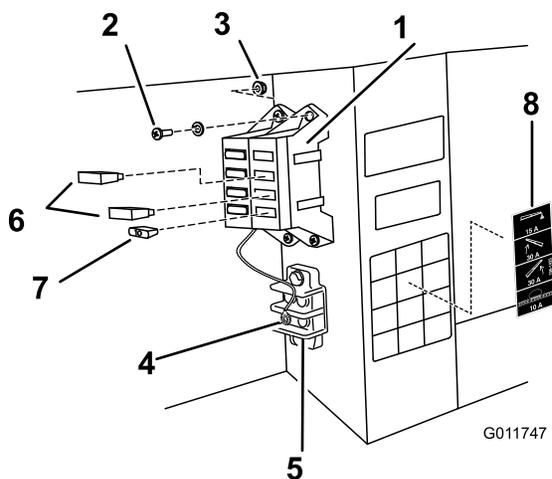

Figura 12
- Conecte el cable negro de tierra al perno de 1/4 pulgada situado en el bastidor del vehículo, usando la arandela de estrella (Figura 12).
10. Instale el bloque de fusibles y el mazo de cables al bastidor junto al bloque de fusibles existente, usando los dos tornillos (N° 10-24 x 3/4 pulgada) y las dos contratuercas (N° 10-24) según se muestra en Figura 12.
- A. Instale los dos disyuntores térmicos de 30 amperios en las ranuras de los fusibles de elevación de los brazos izquierdo y derecho (Figura 12).
- B. Instale el fusible de 10 amperios en la ranura del sistema de pulverización (Figura 12).